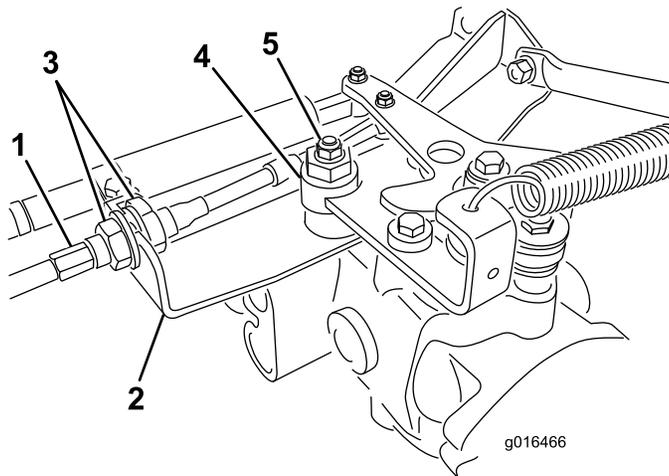

Figure 46
- A. Desserrez les deux écrous de blocage qui fixent le câble de commande de déplacement à la tôle de traversée sur l'hydrostat (Figure 46). Desserrez les écrous de blocage uniformément et suffisamment pour permettre le réglage.
Remarque: Desserrez l'écrou de fixation de l'excentrique en haut de l'hydrostat (Figure 46).
- E. Lorsque la route arrête de tourner, serrez l'écrou pour bloquer l'excentrique et le réglage (Figure 46).
- G. De chaque côté de la tôle de traversée, serrez les contre-écrous uniformément pour fixer le câble de commande de déplacement à la tôle (Figure 46). Ne tordez pas le câble.